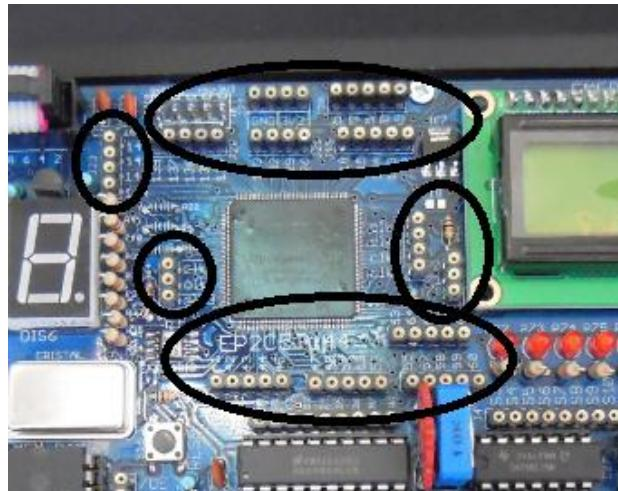

Figura 7
- Nos conectores de expansão da figura 7, sinalizados respectivamente pelos números dos pinos do fpga, podem ser ligados sensores, botões leds entre outros periféricos, e para o funcionamento dos programas e devem ser respeitadas as seguintes limitações.